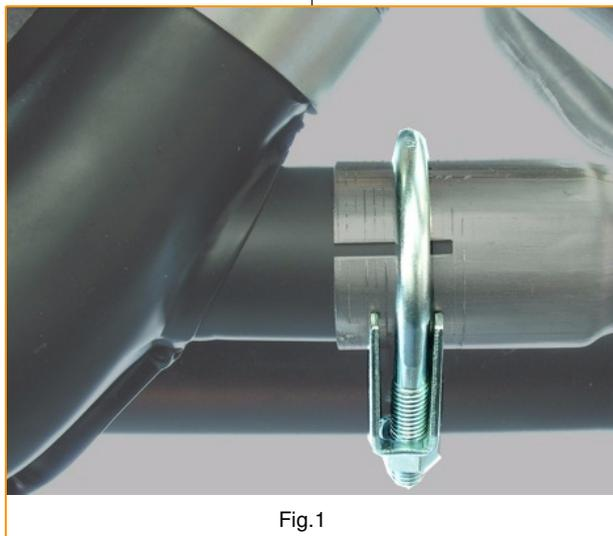

Fig.1
- The heat exchanger and header are joined with 42mm U-clamps. (Fig.1)
Muttern gleichmäßig mit 20 Nm angezogen werden. Wärmetauscher und Krümmer werden mit den kleinen 42 mm Bügelschellen verschraubt. (Fig.1)